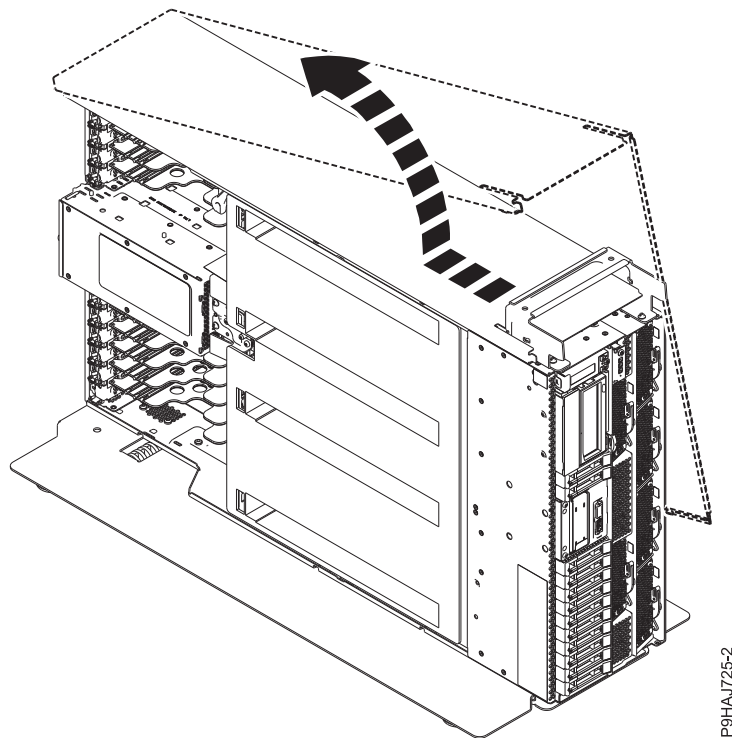

Abbildung 15. Seitenabdeckung ausbauen
6. Schieben Sie die Seitenabdeckung in der in Abb. 15 auf Seite 31 dargestellten Richtung vom System.